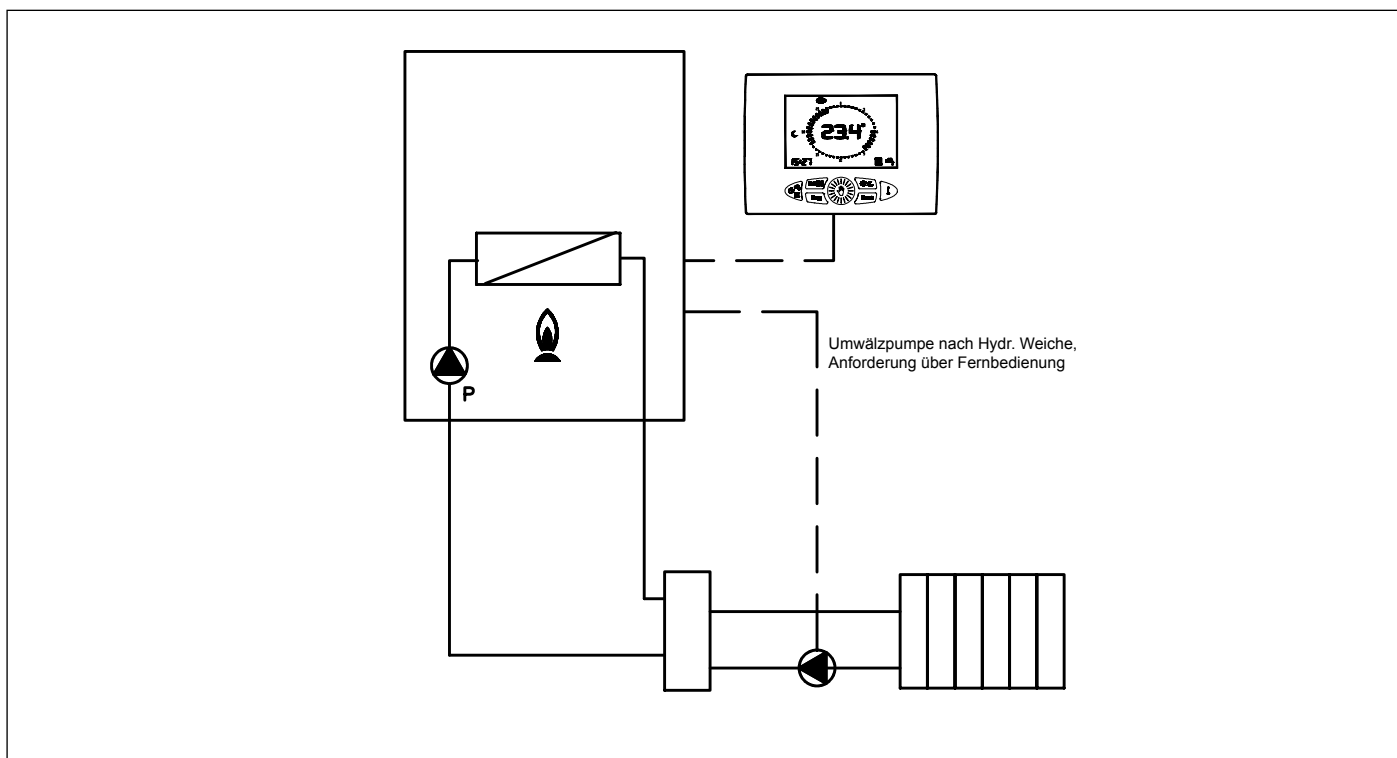

Abb. 36 Multifunktionsrelais, Anforderung über Fernbedienung (P17=1)
- Den CO₂ Wert mit einem Abgasanalysegerät messen und anpassen, an der kleinen Einstellschraube **B** an dem Gas-Kombiventil einstellen (siehe Abb. 36 Einstellen des Gas-Kombiventils) die Abgaswerte überprüfen/anpassen, siehe Tab. 30 CO₂-Werte. Das Gerät im Schornsteinfegerbetrieb belassen und zum nächsten Schritt „Einstellen der min. Brennerleistung“, übergehen.
- Den CO₂-Wert mit einem Abgasanalysegerät messen und anpassen, die Einregulierung der Gasmenge min. findet an der großen Schraube **C** des Gas-Kombireglers statt, Grenzwerte (siehe Abb. 36 Einstellen des Gas-Kombiventils) die Abgaswerte überprüfen/anpassen, siehe Tab. 30 CO₂-Werte.